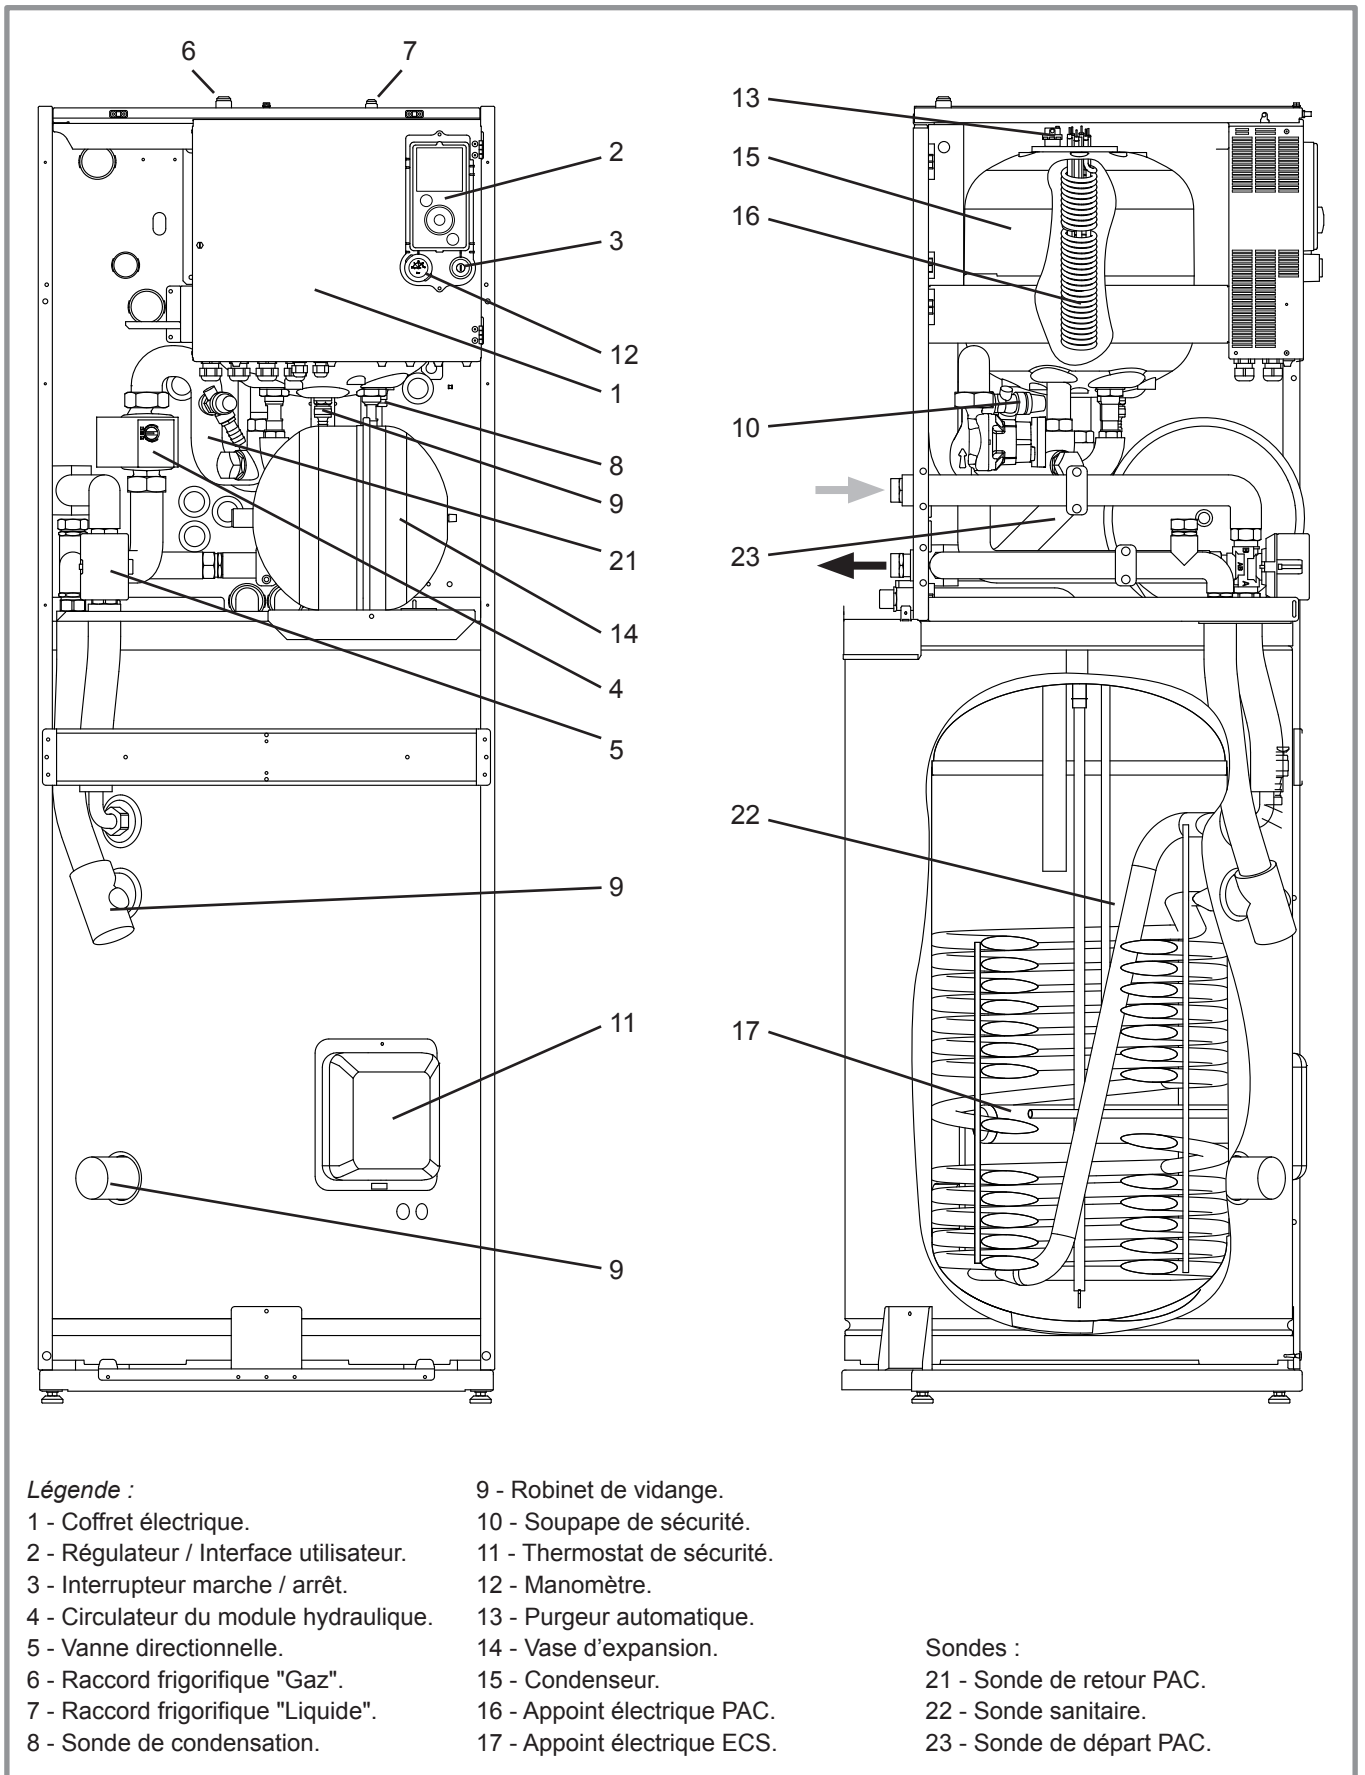

figure 9 - Organes du module hydraulique
- Dans le condenseur (repère **15**, figure 9) : L'énergie du fluide frigorigène est transmise au circuit de chauffage. Le fluide frigorigène reprend son état liquide.